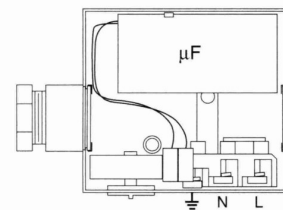

Fig. 4
- Netzanschluß entsprechend Fig. 4 ausführen.